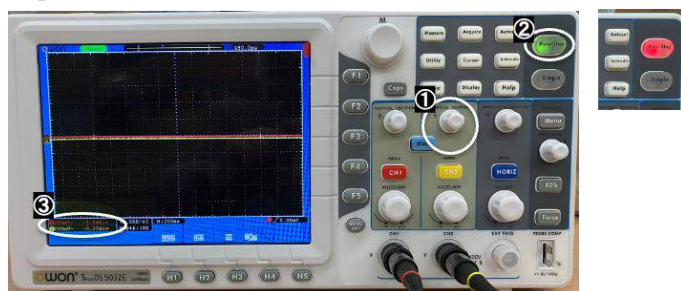

図 3-20. オシロスコープの VERTICAL POSITION つまみと Run/Stop ボタン
- (1) 駆動周波数を設定してから 5 s 程度待つて、信号が定常状態に達してから、図 3-20 の②Run/Stop ボタンを押してオシロスコープ上の波形を静止させる。このとき、Run/Stop ボタンのバックライトは緑から赤に変わる。
- (2) 図 3-20 の①VERTICAL POSITION つまみを回しておもり 1 の信号電圧の変化の中心をオシロスコープの画面上下中央に合わせ、 V_{max} を枠線のマスの数で読み、V/DIV の設定から電圧に直せば V_{amp} が得られる。
- (3) 再度②Run/Stop ボタンを押すと、Run モードに戻る。